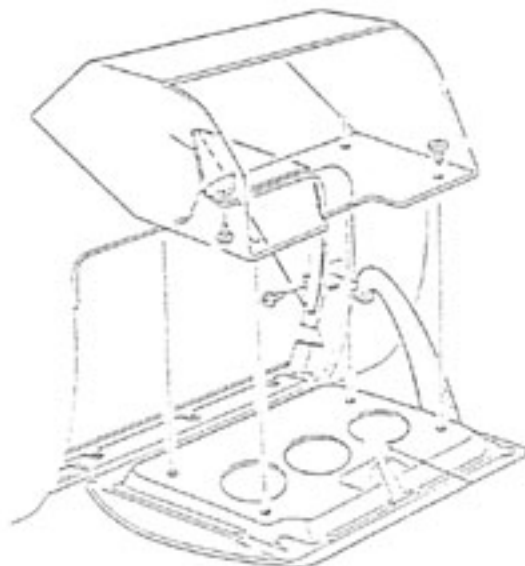

FIGURE 9B
1. INSTALL NEW GLOVE BOX AS SHOWN IN FIGURE 9B.